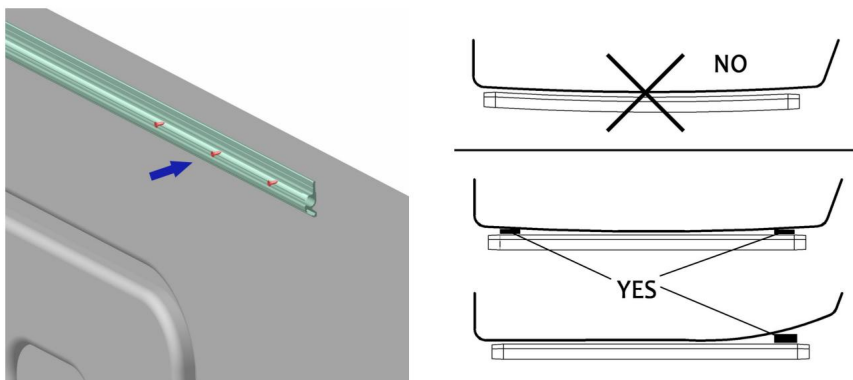

Figura D4 Figura D5 3.2 Prendere i bracci pieghevoli della
3.1 Estrarre la guida in tessuto e fissarla all'esterno della carrozzeria del veicolo con le viti B (Figura D4).